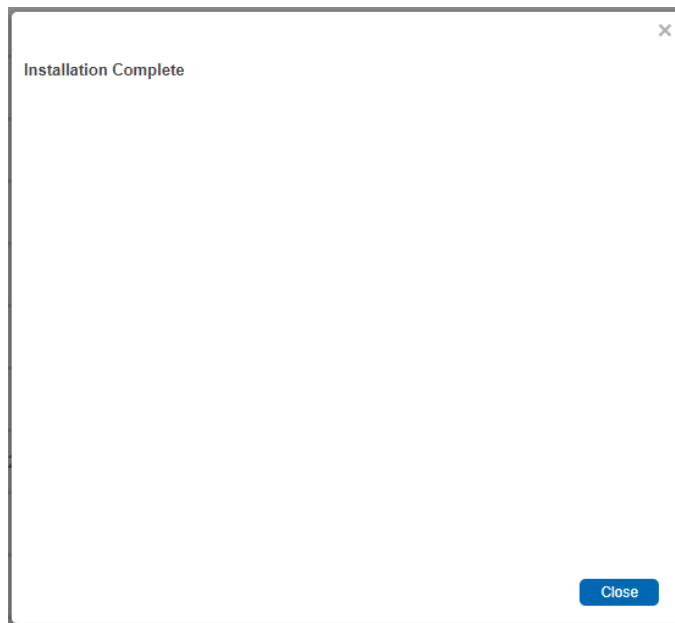

Figura 3.10: Ventana de Instalación Correcta.
3. Una vez hecho el anterior paso, debe aparecer una pantalla como la Figura 3.10. Esto indica que la instalación se ha realizado correctamente. Dar clic en *Close*